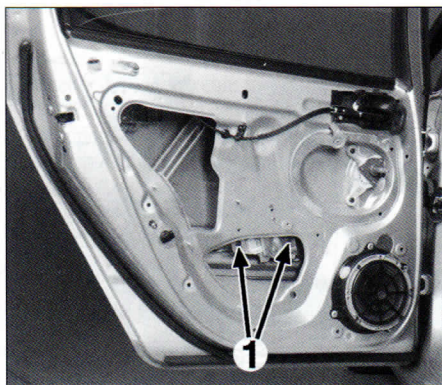

FIG. 33
Subir la luna hasta que se vean las fijaciones (1) (**fig. 33**).